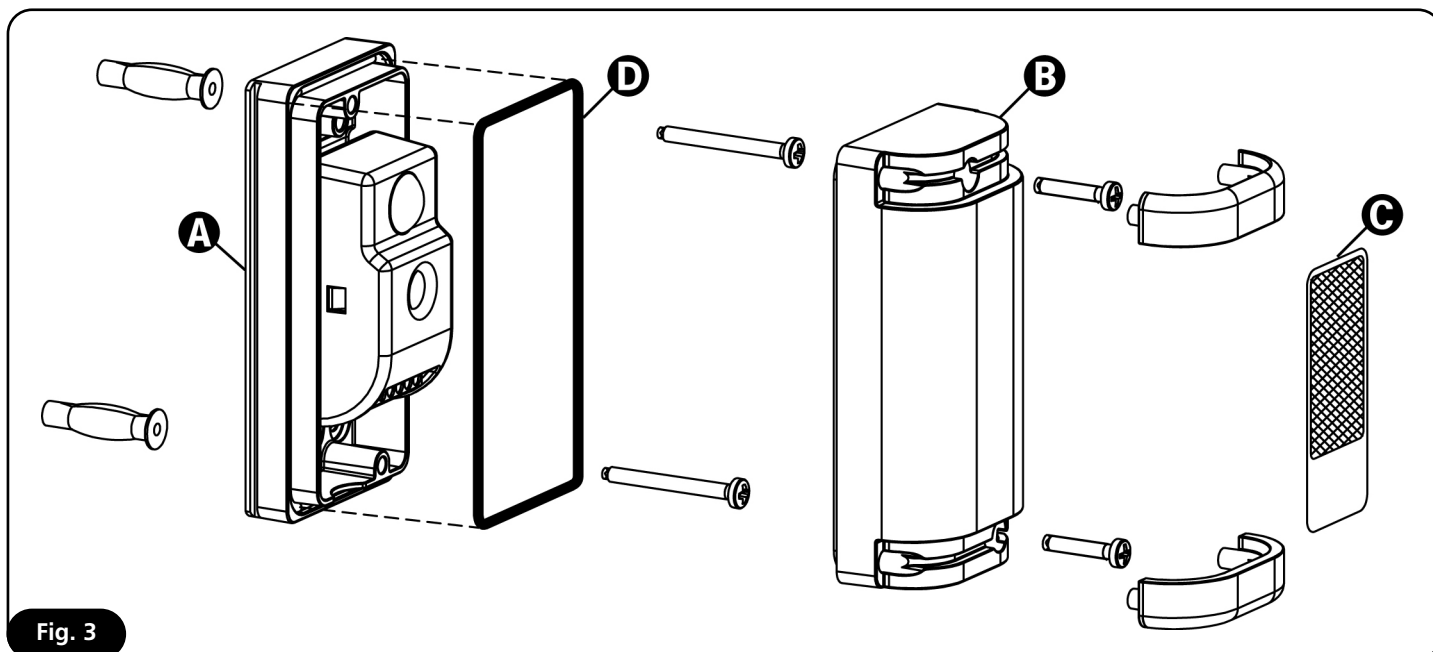

Fig. 3
4. Inserire la guarnizione **D** sulla base **A** (Fig.3).